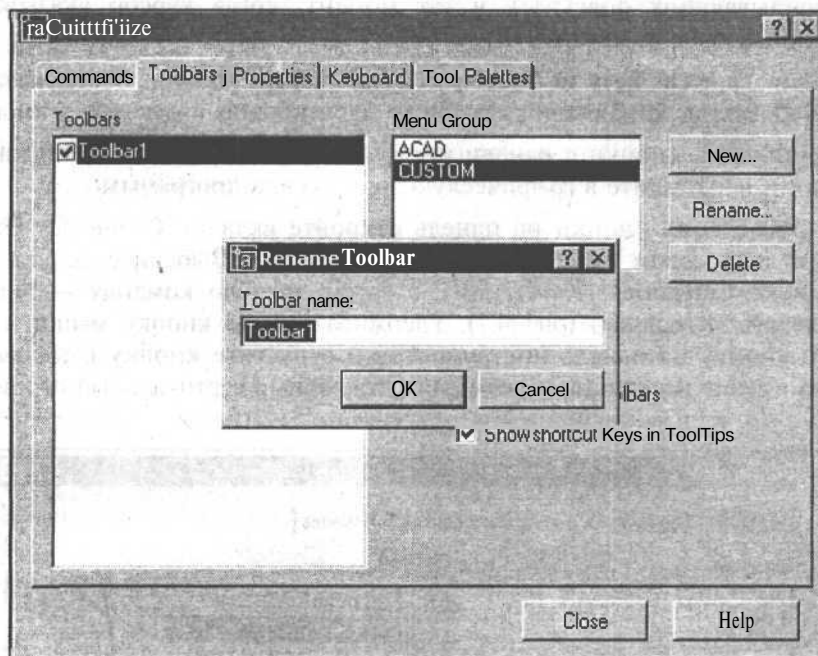

Рис. 4.5. Диалоговое окно для переименования панели инструментов
3. Для переименования панели, выбранной в списке **Toolbars** (Панели), щелкните мышью на кнопке **Rename** (Переименовать). Появится диалоговое окно **Rename Toolbar** (Переименование панели) (рис. 4.5), в котором дайте панели инструментов новое имя.